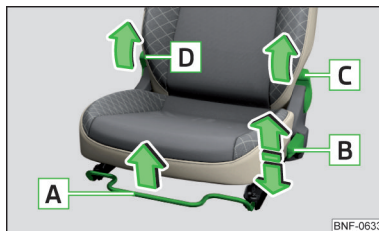

Fig. 50
Os bancos podem ser ajustados ao puxar, ou rodar o respetivo elemento de comando no sentido das setas » Fig. 50.
- Puxar a alavanca **D** » Fig. 50 e rebater o encosto do banco para a frente.